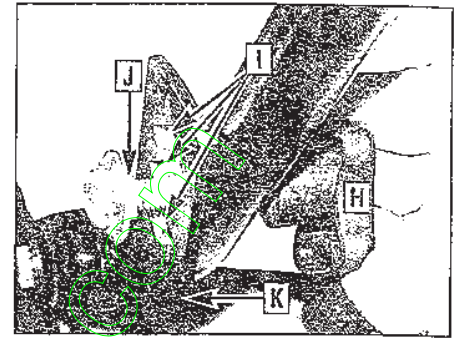

Figure 4-4: Réglage hauteur du guidon.
- a. Desserrez l'une des molettes de réglage du guidon inférieur (H, Figure 4-4) et donnez un petit coup sur la molette pour libérer le montant du guidon (K) afin de pouvoir procéder au réglage. Faites de même pour l'autre côté.
- b. Régalez les guidons à la hauteur voulue puis serrez les molettes de réglage du guidon. Assurez-vous que l'arbre carré sur la vis (J, Figure 4-4) s'adapte parfaitement à l'une des quatre fentes (I).